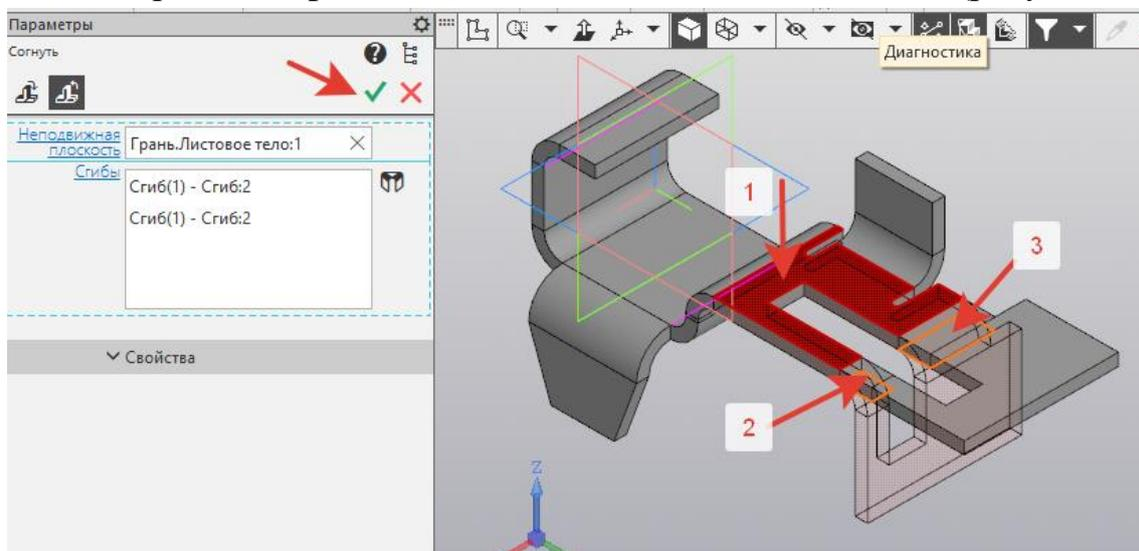

Рисунок 59.
25. После создания выреза разогнутый сгиб согнем обратно. На инструментальной панели выбрать *Элементы листового тела* -  *Согнуть*, указать поочередно **1 Грань** и **2, 3 Сгиб**. *Создать объект*  (рисунок 59).